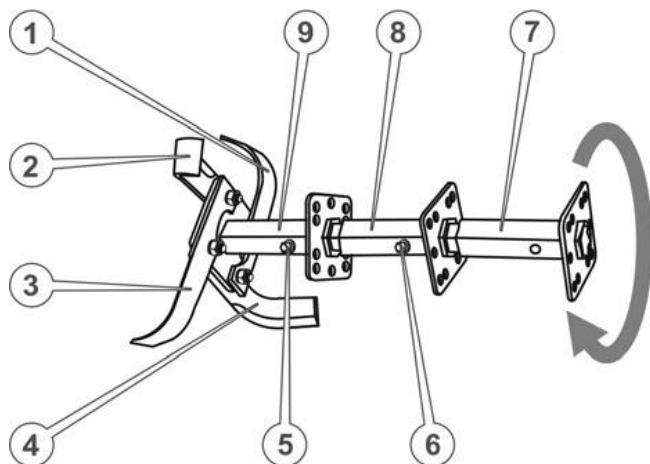

Рисунок 12 – Ґрунтофреза
1. Встановити додаткову маточину ротора в шестигранний отвір основної маточини та зафіксувати, щоб уникнути можливого осьового зсуву, болтом М8х80 з плоскою і пружинною шайбою (див. рисунок 12).